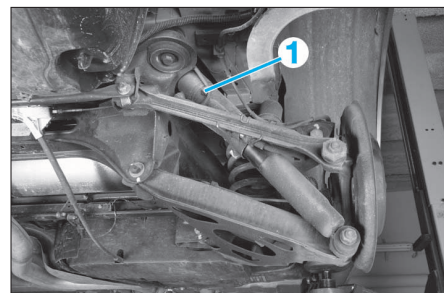

FIG. 37
- Véhicule équipé de suspension pilotée : débrancher et débrider le faisceau (1) (Fig.37) de l'amortisseur.